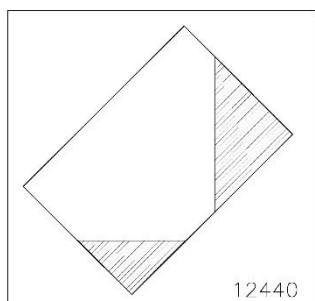

Fig. 12 : Exemple d'ardoise taillée en biais
- avec des ardoises taillées en biais (Fig. 12)